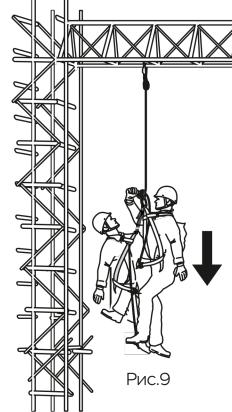

Рис.9
- Произведите спуск с пострадавшим (рис. 9).